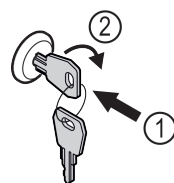

Fig. 159
- ▶ Inserire la chiave. Fig. 159 (1)
- ▶ Ruotare la chiave di 90° in senso orario. Fig. 159 (2)